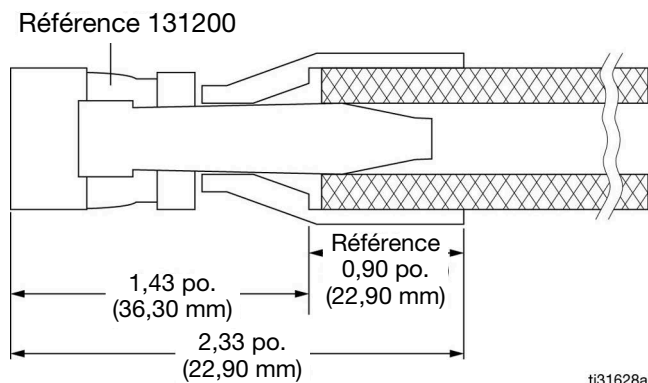

FIG. 62
Une fois déterminée la longueur de tuyau nécessaire à l'installation, monter le raccord tournant réutilisable, n° de pièce 131200 (inclus avec le tuyau) sur l'extrémité nue du tuyau (FIG. 62). Suivre les instructions relatives à l'assemblage du tuyau principal dans le chapitre **Ensemble tuyau de conduite principale**, page 69.
3. Ajouter 1,43 pouces (36,30 mm) à la longueur de tuyau totale pour correspondre à la profondeur de la douille après l'avoir montée à l'extrémité du tuyau (FIG. 62).